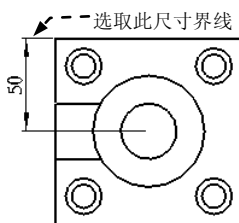
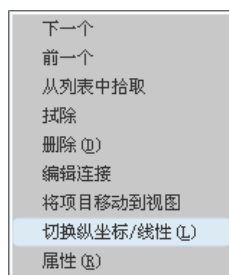

图 5.2.73 选取基线
图 5.2.74 快捷菜单
- 在图 5.2.73 所示的一般尺寸标注中，可在图形区先选取尺寸，然后在尺寸文本上右击，在弹出图 5.2.74 所示的快捷菜单中选择  切换纵坐标/线性 (L) 命令，然后选取基线，如图 5.2.73 所示，将一般标注转换为纵坐标标注。